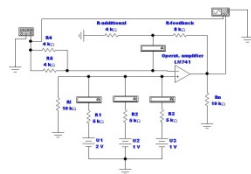

Рис.3
12. Как изменится выходное напряжение схемы на рис. 3, если номиналы сопротивлений $R1$ и $R4$ увеличить, а $R2$ и $R5$ уменьшить на 2 кОм ?